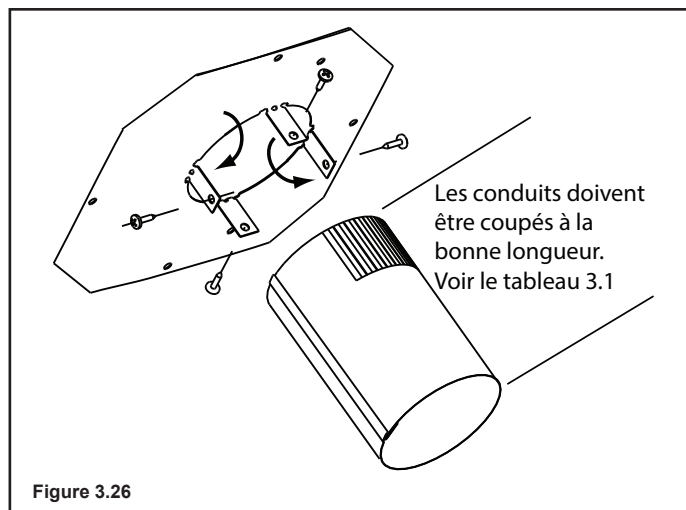

Figure 3.26
- Sur la plaque de fixation, pliez les languettes vers le bas à la main. Glissez les pattes sur l'extérieur du tuyau de départ. Fixez avec quatre vis autotaraudeuses comprises dans le paquet d'attaches. Figure 3.26.